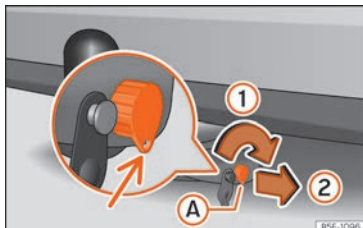
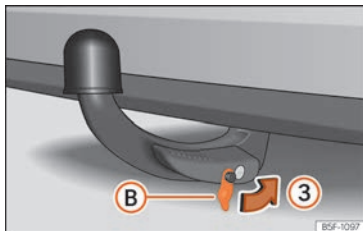

Fig. 256 Verrouiller la serrure
Fig. 257 Placer le cache sur la serrure
- Tournez la clé (A) dans le sens de la flèche ① jusqu'à ce que la partie trouée de la clé atteigne sa position inférieure » fig. 256.
- Retirez la clé dans le sens de la flèche ②.
- Placez le cache (B) sur la serrure dans le sens de la flèche ③ » fig. 257 » ①.